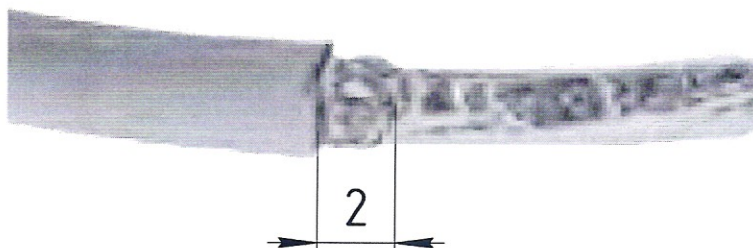

Рисунок 9 – Снятие экранирующей оплетки
4.2 Обрезать экранирующую оплетку приблизительно до 2 мм от конца внешней изоляции кабеля (рис. 9).